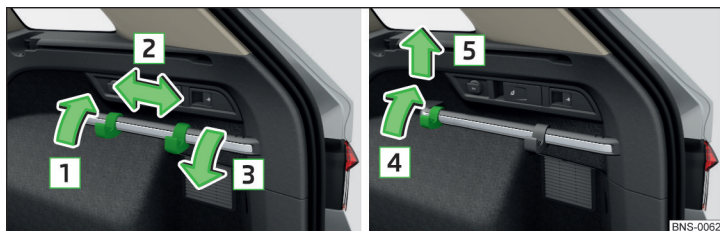

Fig. 146 Deplasarea cârligelor pe șipca de fixare / Scoaterea cârligelor
- Rabatați cârligul în sus, în sensul săgeții [1] și împingeți-l apoi în poziția dorită, în sensul săgeții [2] » fig. 146.
- Rabatați cârligul în sus, în sensul săgeții [4], până când acesta se desprinde și scoateți-l în sensul săgeții [5] » fig. 146.
- Așezați cârligul în bagheta de fixare în sens contrar săgeții [5] și apăsați-l ușor » fig. 146.